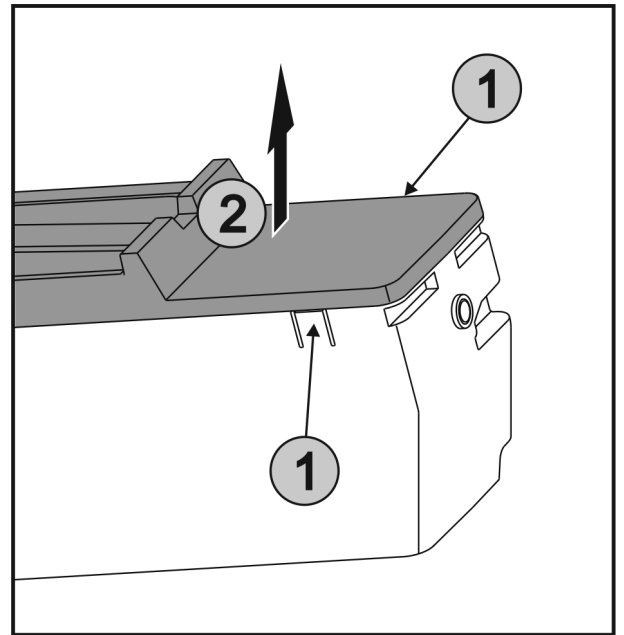

Fig. 41
- ▶ Appuyer simultanément sur les languettes Fig. 41 (1) des deux côtés de l'EasyTwist-Ice et retirer le couvercle Fig. 41 (2) vers le haut.